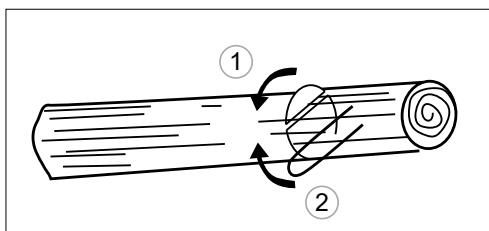

Рис. 22
3. У разі коли стовбур знаходиться на опорах з двох кінців, спочатку пропиляєте зверху на 1/3 діаметра стовбура, щоб уникнути розколювання. Після цього закінчіть зріз знизу так, щоб він збігся з першим зрізом, уникаючи заклинювання (рис. 22).